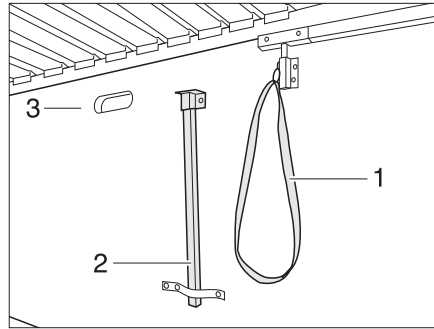

Fig. 125 Supporto e sbloccaggio
- Aprire lo sportello del gavone e aprire il piede di sostegno (Fig. 125,2) situato sotto il letto.
- Tirare l'asola (Fig. 125,1) e ribaltare il letto (Fig. 125,3) verso il basso.